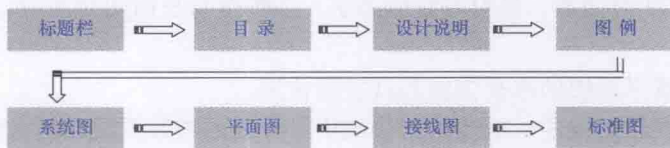

图 1-7 电气工程图读图顺序
(1) 读图的原则。就建筑电气施工图而言，一般遵循“六先六后”的原则。即：先强电后弱电、先系统后平面、先动力后照明、先下层后上层、先室内后室外、先简单后复杂。
(2) 读图的方法及顺序。读图的方法及顺序如图 1-7 所示。